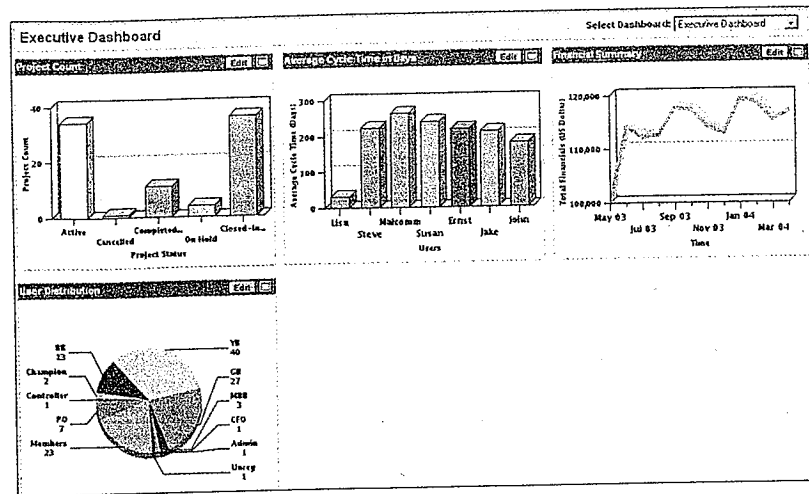

Рис. 12.3. Отчеты "Шесть сигм"
- ✓ **Интегрированные инструменты.** Внутрикорпоративные интегрированные инструменты используются для планирования и отслеживания проектов, а некоторые из них еще и для отчетности. Пример приведен на рис. 12.3.